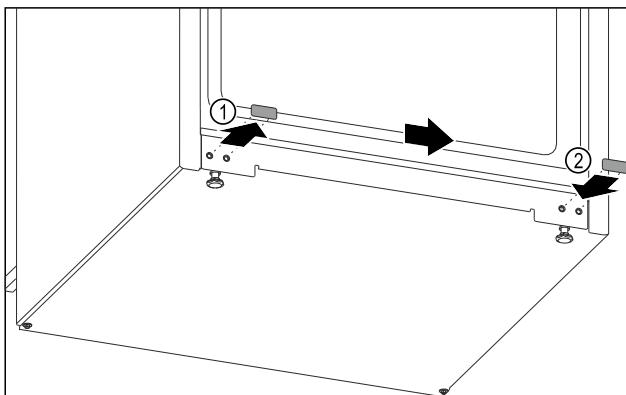

Fig. 12
- Abdeckstopfen herausziehen. Fig. 12 (1)
- Abdeckstopfen auf der Gegenseite einsetzen. Fig. 12 (2)